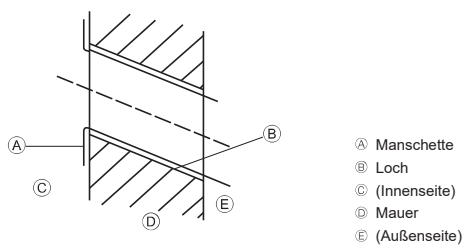

Fig. 3-3
- Ⓐ Montageplatte ①
3.2.2. Die Löcher für die Rohrleitung bohren (Fig. 3-3)